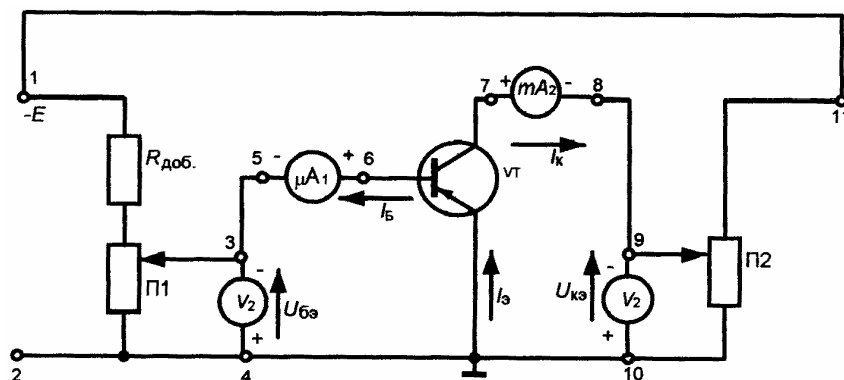

Рис. 3.1 Схема для снятия статических характеристик биполярного транзистора
Объект исследования и описание стенда: объектом исследования является германиевый биполярный транзистор МП41 структуры $p-n-p$, используемый для усилителей и генераторов звуковой частоты. Экспериментальное исследование биполярного транзистора осуществляется на стенде «Биполярный транзистор», выполненном по схеме, представленной на рис. 3.1.
- г) во входную и выходную цепи подключить соответствующие электроизмерительные приборы с соблюдением полярности (см. рис. 3.1).